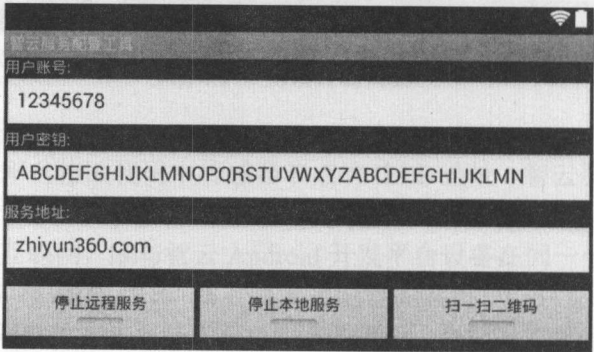

图 A.1
- (1) 将网关通过 3G/Wi-Fi/以太网任意一种方式接入到互联网（若仅在局域网内使用，可不用连接到互联网），在智云 Android 开发平台的 Android 系统运行程序——智云服务配置工具。
- (2) 在用户账号、用户密钥栏输入正确的智云 ID/KEY，也可单击“扫一扫二维码”按钮，用摄像头扫描购买的智云 ID/KEY 所提供的二维码图片，自动填写 ID/KEY（若数据仅在局域网使用，可任意填写）。
- (3) 服务地址为 zhiyun360.com，若使用本地搭建的智云数据中心服务，则填写正确的本地服务地址。
- (4) 单击“开启远程服务”按钮，成功连接智云服务后则支持数据传输到智云数据中心；单击“开启本地服务”按钮，成功连接后智云服务将向本地进行数据推送，如图 A.1 所示。